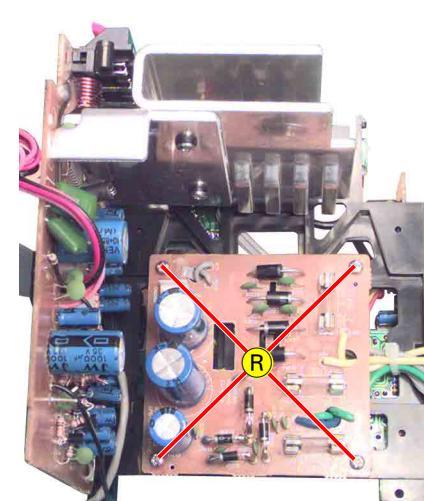

Fig. 11
- 4 Schrauben Ⓜ (Fig. 11) herausdrehen.
- Undo 4 screws Ⓜ (Fig. 11).